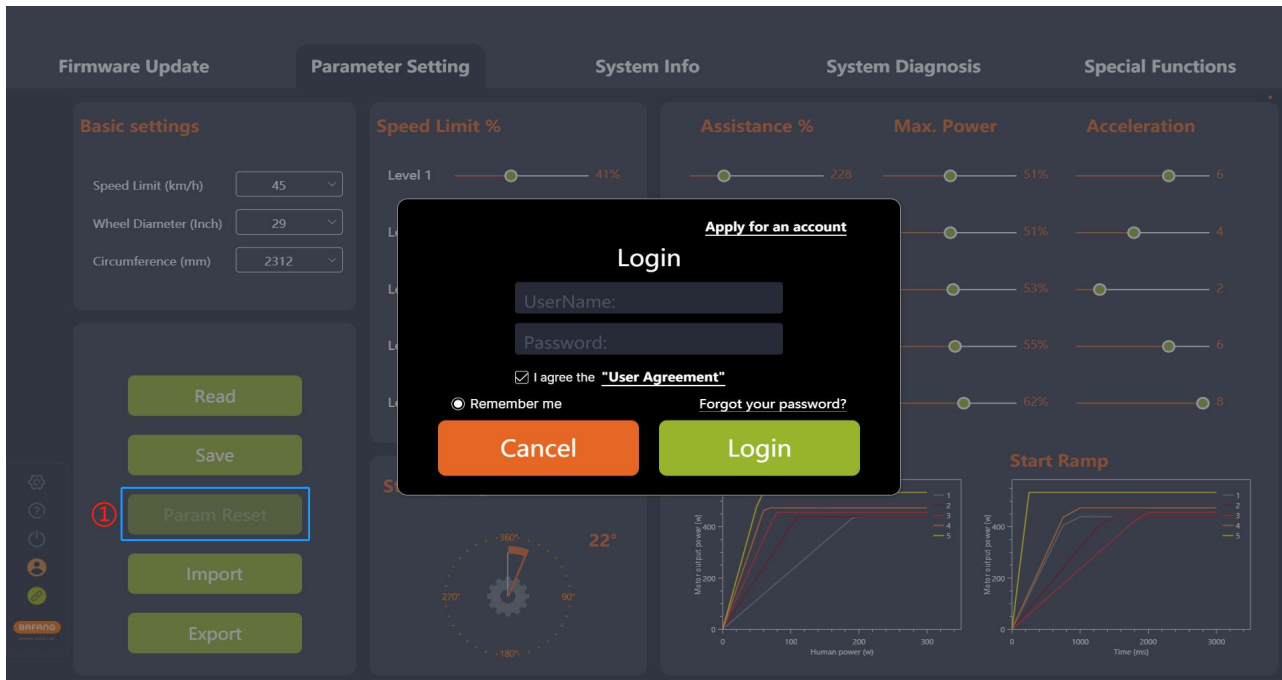

图 5-15 参数复位
- (1) 确认 BESST 工具箱和控制器连接，点击“参数复位”。如未登录会弹出登录界面，提示用户登录（如图 5-15）；
- (2) 参数恢复为默认值。